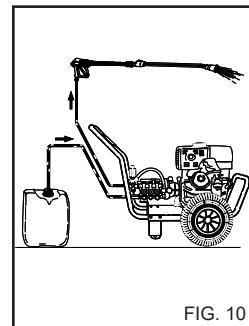

FIG. 10
1) Efter användningen med rengöringsmedel, skölj sugkretsen, sätt i rengöringsmedlets sugslang (fig. 10) i en ren vattendunk och sätt igång pumpen under 1 minut med doseringskransen helt öppen och sprutröret i läge för spridning av rengöringsmedlet.
4) Efter användningen med rengöringsmedel, skölj sugkretsen, sätt i rengöringsmedlets sugslang (fig. 10) i en ren vattendunk och sätt igång pumpen under 1 minut och sprutrören under vattenflödet.